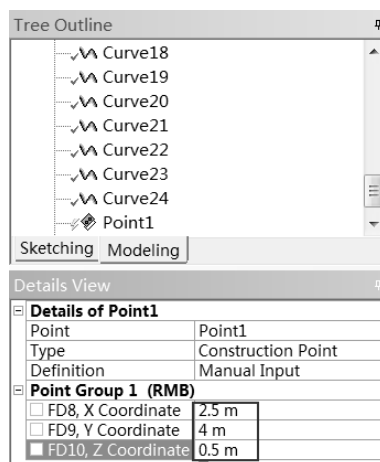

图 5-56 定义点坐标
Step20: 单击工具栏上的  Point 按钮, 在 Details View 面板的 Details of Point1 中做如下更改, 如图 5-56 所示。在 Definition 中选择 Manual Input 选项, 在出现的 Point Group 1 (RMB) 中依次输入 2.5m、4m、0.5m。